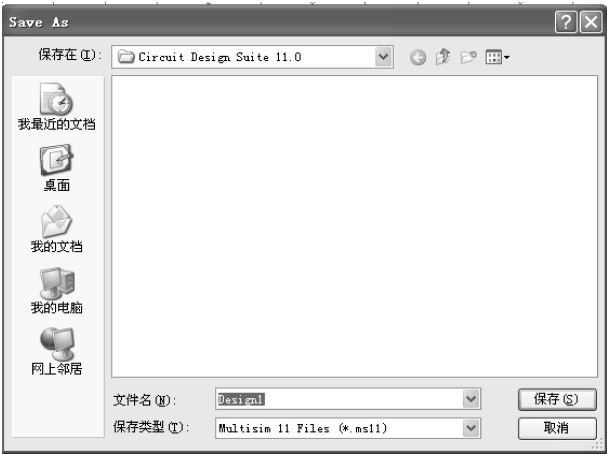
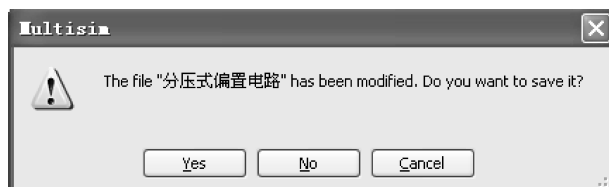

图 1-16 “另存为”对话框
图 1-17 关闭 Multisim 文件时的提示
- (1) New：执行该命令可以创建一个无标题的新电路。
- (2) Open…：执行该命令是要打开一个原已建立的电路，窗口将显示要打开文件的对话框，如果有必要可更改目录路径或文件夹，找到你要打开的文件。但注意该软件只能打开 Multisim 11 支持的文件类型。
- (3) Open Samples…：执行该命令是要打开一个例子文件。
- (4) Close：关闭当前工作区内的文件。
- (5) Close All：关闭当前打开的所有文件。
- (6) Save：用该命令保存当前电路文件。如果是新建的原理图文件，则会出现一个“另存为”对话框，如图 1-16 所示。可以通过改变路径和文件名保存文件。保存时会自动为文件名加上 .ms11 的扩展名。
(7) Save As...: 该命令是以新文件名保存当前电路文件, 执行该命令同样会弹出图 1-16 所示“另存为”对话框, 可以通过改变路径和文件名保存文件。
(8) Save All: 保存所有已打开的电路图文件。
(9) Projects and Packing: 有关项目文件和打包的操作, 通过下拉菜单项执行。
(10) Print...: 打印。
(11) Print Preview: 打印预览。
(12) Print Options: 打印选项设置。
(13) Recent Designs: 最近打开的电路图文件。
(14) Recent Projects: 最近打开的项目文件。
(15) File Information: 文件信息。
(16) Exit: 关闭当前电路并退出 Multisim 11 系统, 也可以用鼠标左键单击主窗口右上角的关闭按钮。关闭前如果你没有将编辑文件存盘, 系统将弹出一个对话框, 提示你保存电路文件, 如图 1-17 所示。根据需要单击对话框中的 或 按钮, 即可将 Multisim 文件关闭。